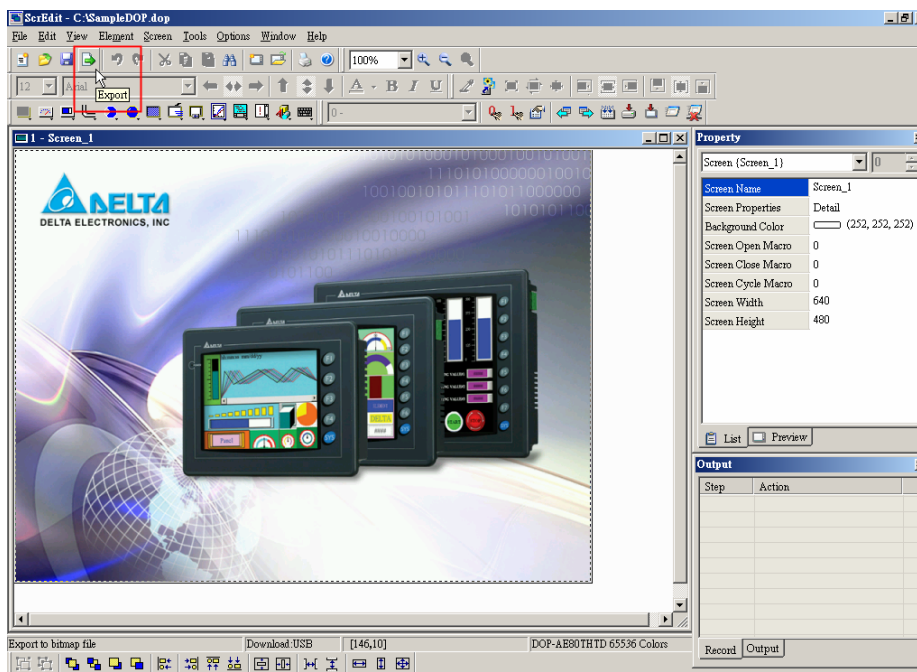

Рис. 2.7.20 Выбор команды "Export" на панели инструментов
2.7.19) в строке меню или значок  (Рис. 2.7.20) на панели инструментов, или используйте горячие клавиши **Shift + E** на клавиатуре ПК.